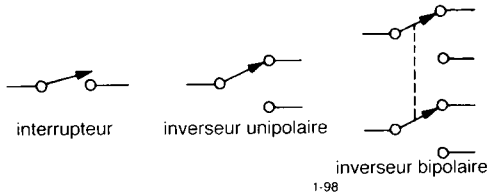

Figure 1.98 - Types fondamentaux d'interrupteurs.
**Interrupteur à bascule.** L'interrupteur à bascule simple existe sous différentes formes, suivant le nombre de pôles ; la figure 1.98 montre les plus courants (un circuit, deux positions). Les interrupteurs à bascule existent aussi avec une position centrale « neutre » et